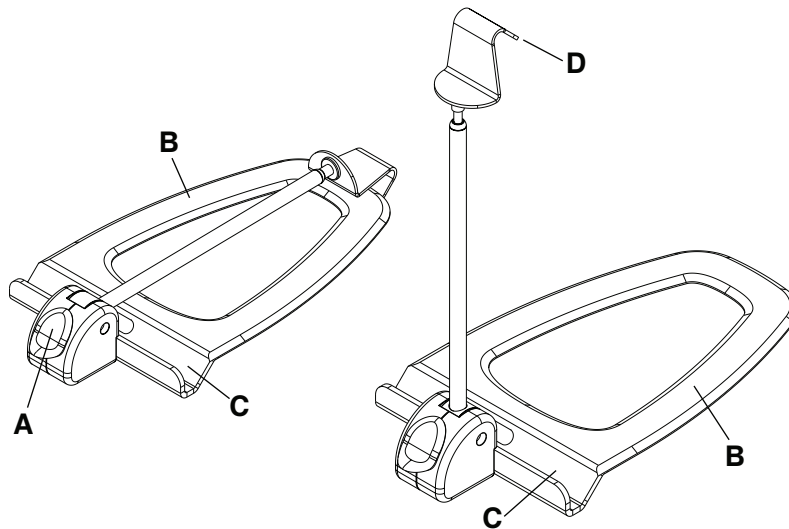

Figure 29 – Porte-cassette radio latéral
2. Appuyer sur le bouton de déblocage jaune (A) pour ouvrir le porte-cassette latéral (Figure 29).
3. Faire glisser la base plate (B) entre le matelas et la plate-forme patient.
5. Placer la cassette radio dans le canal de la cassette (C).
6. Tirer le crochet de la cassette (D) vers le haut pour ajuster la hauteur du bras pour qu'il soit bien ajusté au-dessus de la cassette radio et maintienne la cassette en place.